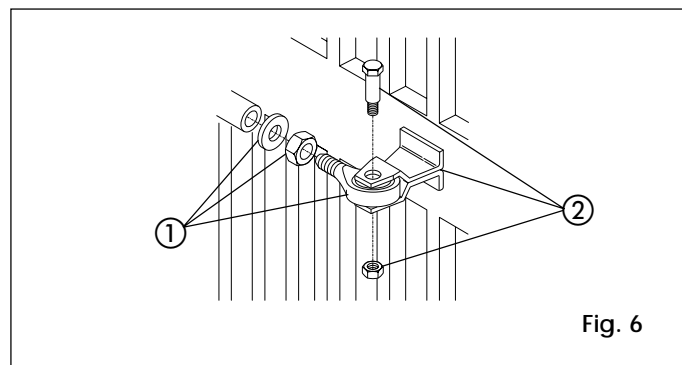

Fig. 6
- 3) Enroscar a mitad el elemento de fijación anterior en el vástago (ref. 1 Fig. 6) y apretar con la tuerca en dotación.
- 7) Montar el elemento de fijación anterior en el vástago, como en la Fig. 6 ref. 2.